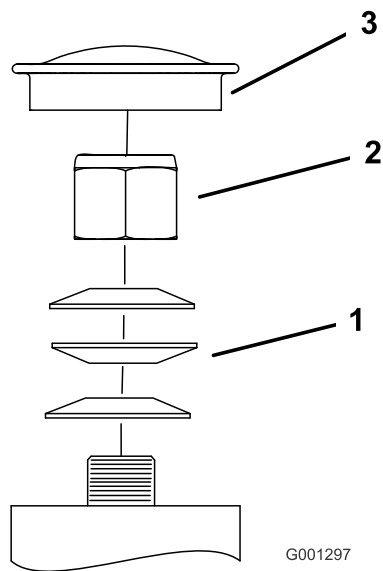

Figure 68
3. Retirez le capuchon antipoussière de la roue pivotante et serrez le contre-écrou (Figure 68).
4. Continuez de le serrer jusqu'à ce que les rondelles élastiques soient aplaties, puis desserrez-le de 1/4 de tour pour obtenir la précharge correcte des roulements (Figure 68).
- Important:** Veillez à placer les rondelles élastiques comme montré à la Figure 68.
5. Remettez le capuchon antipoussière en place (Figure 68).